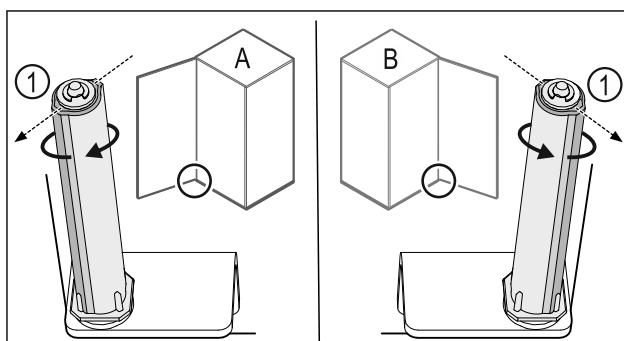

Fig. 33 Розкриття ліворуч (A) / Розкриття праворуч (B)
- ▶ Систему закриття повернати проти опору доки перемичка системи закриття Fig. 33 (1) не показуватиме назовні.